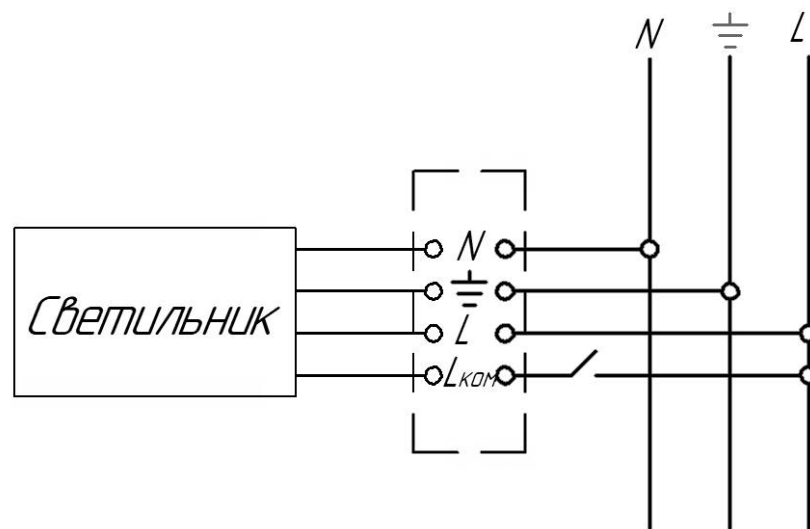

Рисунок 4 —Схема подключения светильника с БАП к сети
5.8 Присоедините сетевой питающий кабель к контактам «L» «L_{ком}» «N» «Земля» клеммной колодки выносного корпуса, согласно схеме рис.4 Проверьте надежность заземления